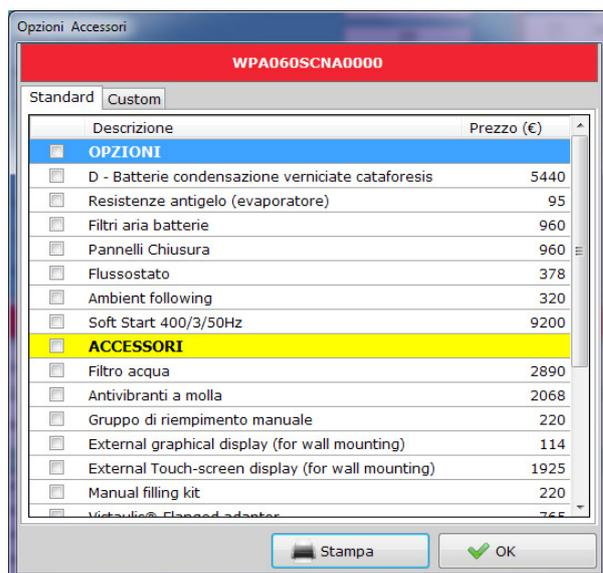

Fig.1 - Sezione Accessori-Opzioni
- **Standard:** selezione di accessori e opzioni (Fig.1) da una lista. La selezione cambia il codice dell'unità: il nuovo codice compare nella casella rossa sopra alla tabella. La selezione è applicata a tutte le unità disponibili.